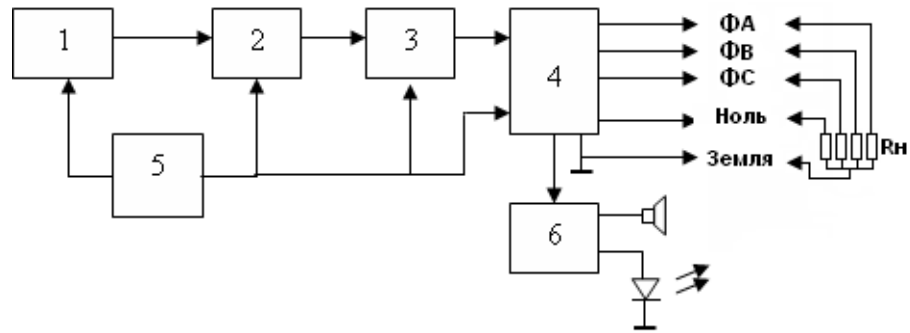

Рисунок 1.4
1.5.2.1 САЗИ состоит из блоков, имеющих различное предназначение (рисунок 1.4):